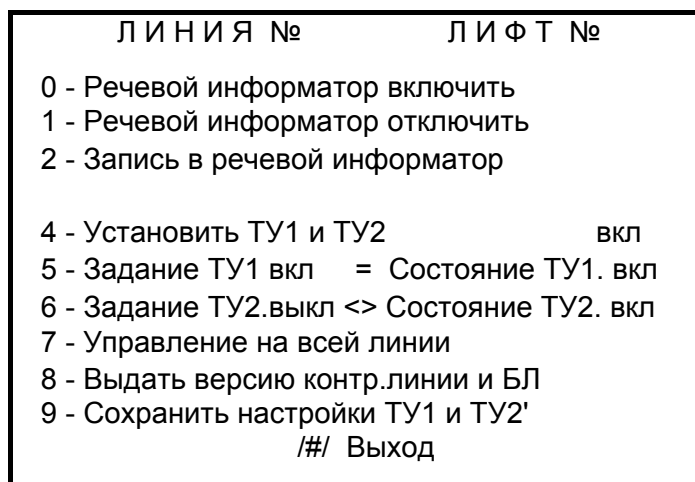

Рис.14 Меню " Спецфункции лифтового блока ".
2.2.10 Из меню "Основное состояние комплекса", нажимая клавишу [#/], войдите в меню "Команды комплекса" (см. Рис.1). Нажмите на клавишу с номером [8], при этом высветится меню "Спецфункции лифтового блока" (см. Рис.14)